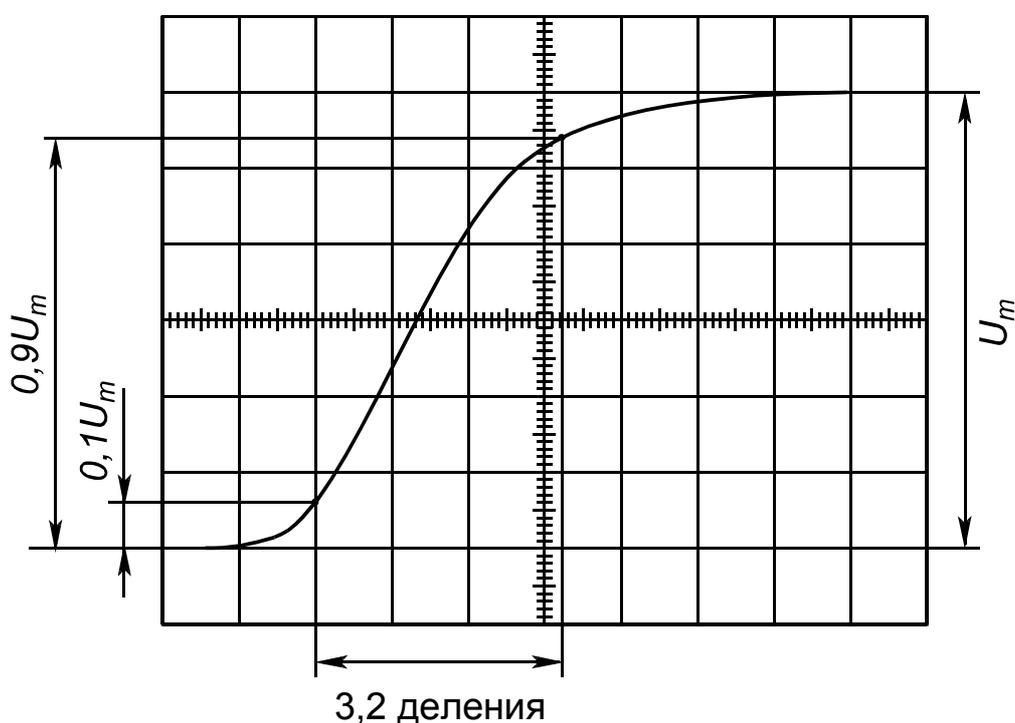

Рис. 11. Измерение активной длительности фронта импульсного сигнала
- вращая ручку « ↕ » канала I, совместите нижнюю точку изображения с одной из горизонтальных линий в нижней части экрана – рис. 11;
– ручкой « **↔** » совместите точку уровня  $0,1U_m$  сигнала с одной из вертикальных линий шкалы в левой части экрана ЭЛТ (рис. 11);